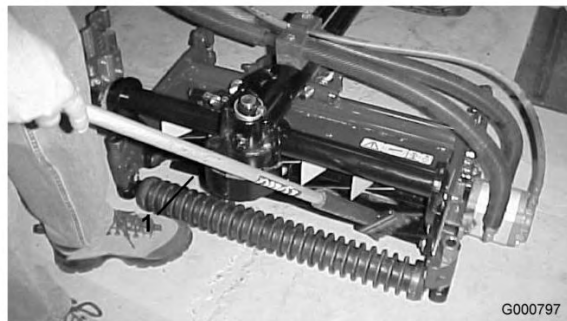

Figura 84
8. Aplique o produto de rectificação com uma escova de cabo comprido (peça Toro nº 29-9100). Nunca utilize uma escova de cabo curto (Figura 84).